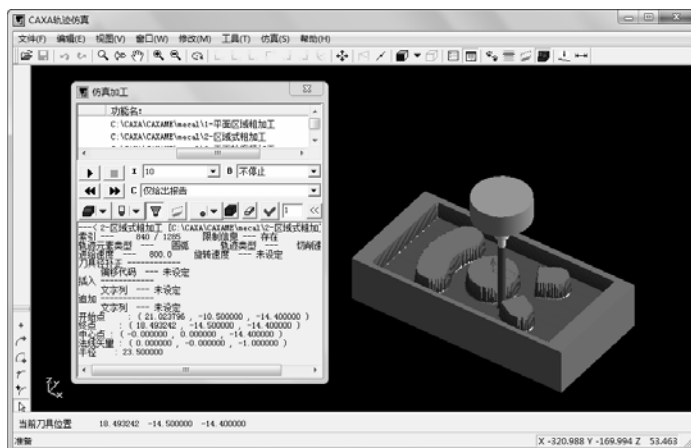

图 2-76 仿真结果
3) 单击“播放”按钮,系统立即进行加工仿真,仿真加工顺序与选取刀具轨迹的顺序一致,如图 2-76 所示。